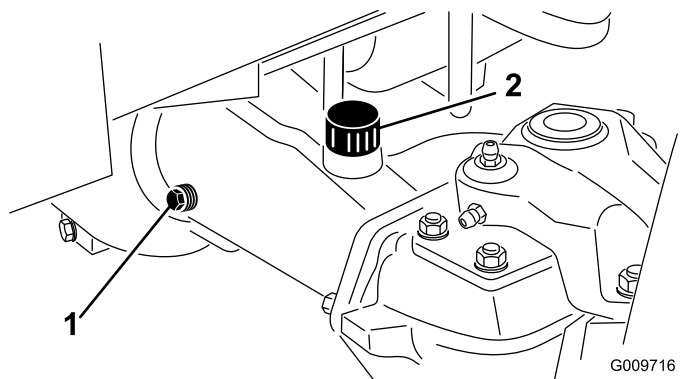

Figura 106
2. Rimuovete un tappo di controllo da un'estremità dell'assale e assicuratevi che il lubrificante raggiunga la parte inferiore del foro (Figura 106).